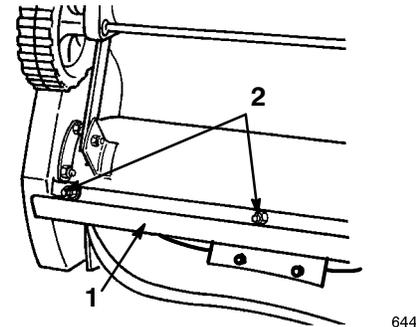

Figure 18
8. Enlevez les trois vis de carrossier et les contre-écrous de fixation de la lame racleuse (Fig. 18).